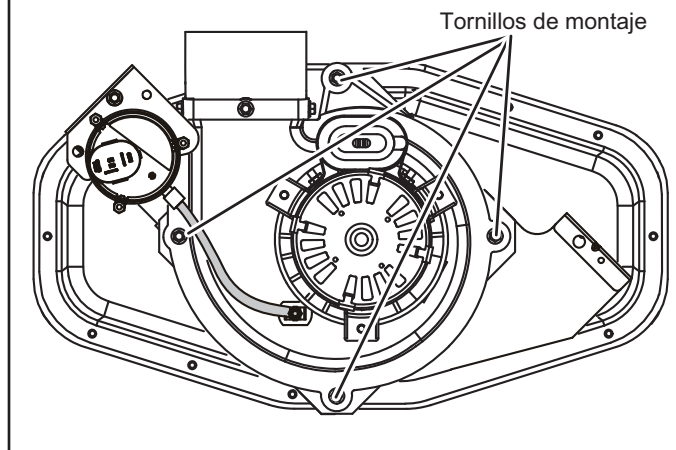

FIGURA 15
- 1 - Quite los cuatro tornillos de montaje que sujetan el conjunto del inductor de aire de combustión/interruptor de presión a la placa de orificio. Ver la Figura 15. Levante y gire el conjunto 90 grados en sentido horario o contrahorario ya sea a la posición de las 3:00 horas o a la posición de las 9:00 horas y sujételo nuevamente con los cuatro tornillos. La empaquetadura debe dejarse en posición.